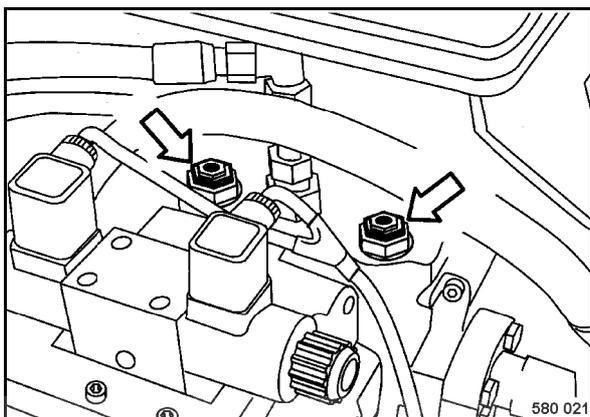

fig. 112
- Dévisser le six pans du milieu des deux clapets (fig. 112) d'env. 2 à 3 tours.